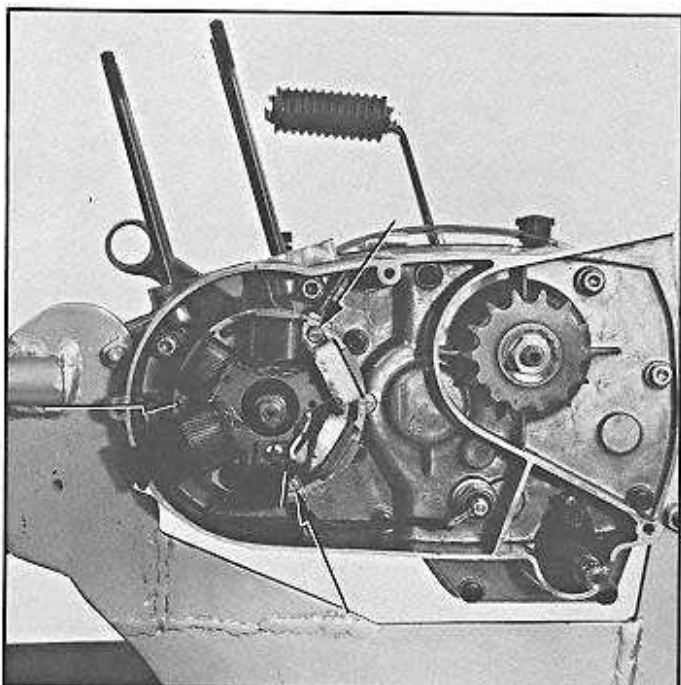

Fig. 27
- Visser les trois vis, rondelle onduflex et rondelle plate sous la tête (fig. 27).